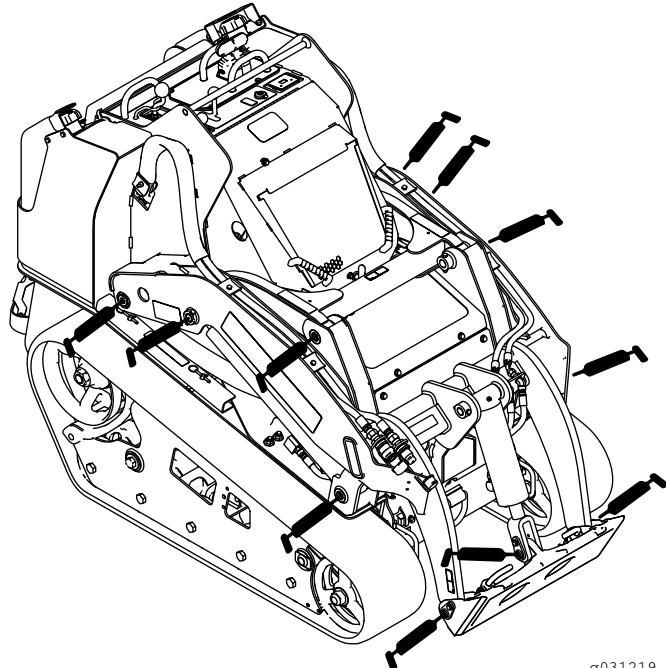
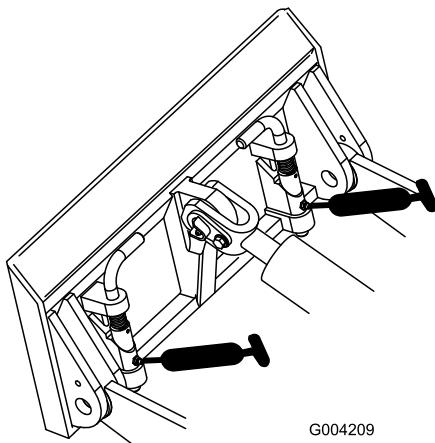
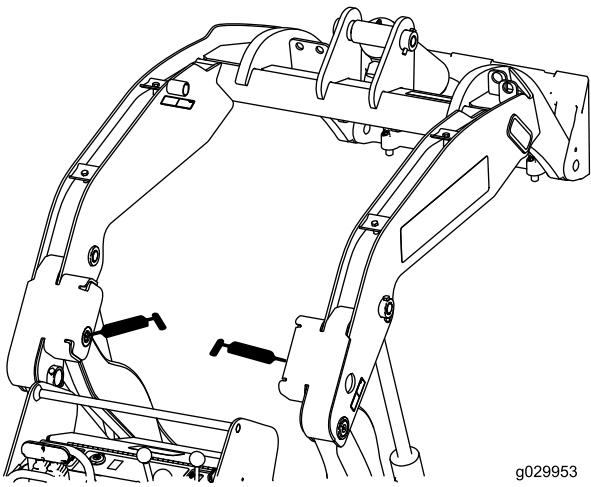

Figure 41
Figure 42
Figure 43
3. Raccordez une pompe à graisse à chaque graisseur (Figure 41, Figure 42 et Figure 43).
Remarque: Élevez les bras de la chargeuse avant de graisser les graisseurs ; voir la Figure 43.